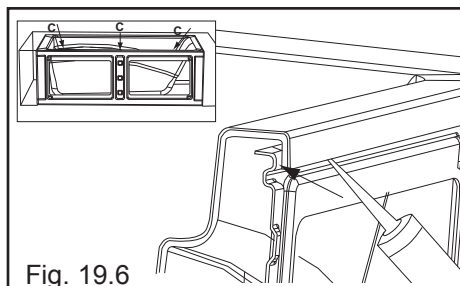
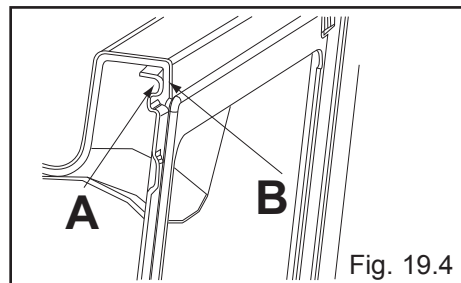

Fig. 19.6
Fig. 19.4
Place part A of the apron over part B of the bathtub (Fig. 19.4). Note that the two columns will extend slightly beyond the rim of the tub. Check that the apron is level horizontally and vertically.
Move the apron edge in order to apply silicone sealant in three spots (C) between the rim of the bathtub and the upper part of the apron (Fig. 19.6). Return the apron edge to its proper position and secure in place (Fig. 19.4). Let the sealant dry for at least 24 hours for maximum adhesion.
Appuyer la partie A du tablier sur la partie B de la baignoire (fig. 19.4). P.S. Il est normal que les deux colonnes dépassent un peu du rebord de la baignoire. S'assurer que le tablier est à niveau horizontalement et verticalement.
Pousser et mettre une bande de silicone à trois endroits (C) entre le rebord de la baignoire et du tablier (fig. 19.6). Replacer le tablier afin de le solidifier et de le fixer au bain (fig. 19.4). Laisser sécher la silicone au moins 24 heures pour garantir sa pleine adhérence.
Apoyar la parte A del faldón sobre la parte B de la bañera (fig. 19.4). Nota: Es normal que las dos columnas sobrepasen un poco el reborde de la bañera. Asegurarse de que el faldón esté a nivel horizontal y verticalmente.
Haciendo presión, aplicar una tira de sellador de silicona en los tres lugares identificados con la letra C, entre el reborde de la bañera y del faldón (fig. 19.6). Reajustar el faldón a fin de solidificarlo y fijarlo a la bañera (fig. 19.4). Para lograr una máxima adherencia, dejar secar la silicona durante al menos 24 horas.